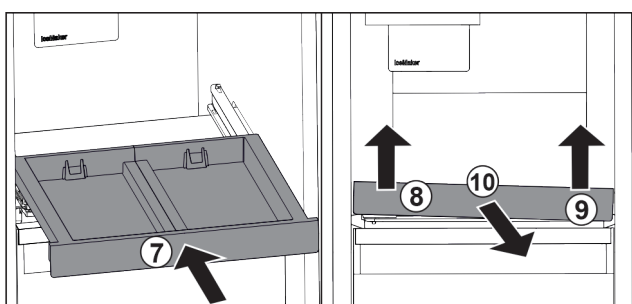

Fig. 125
- ▶ Rentrer le compartiment coulissant. Fig. 125 (7)
- ▶ Soulever le compartiment coulissant au niveau de la partie avant gauche. Fig. 125 (8)
- ▶ Soulever le compartiment coulissant au niveau de la partie avant droite. Fig. 125 (9)
- ▶ Retirer le compartiment coulissant par l'avant. Fig. 125 (10)